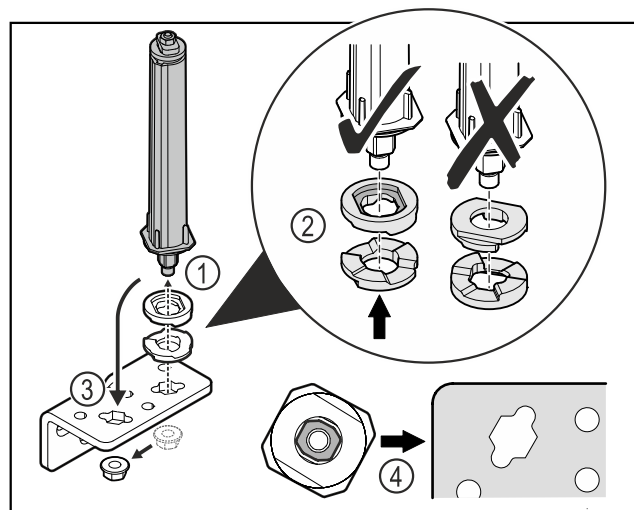

Fig. 47
- ▶ Mutter lösen und Türschließsystem entfernen Fig. 47 (1).
- ▶ Auf die korrekte Ausrichtung der Höhenverstellsscheiben achten Fig. 47 (2).
- ▶ Türschließsystem im Scharnierwinkel umsetzen und mit der Mutter fixieren Fig. 47 (3).
- ▶ Beim Einsetzen auf die korrekte Ausrichtung des Türschließsystems achten Fig. 47 (4).